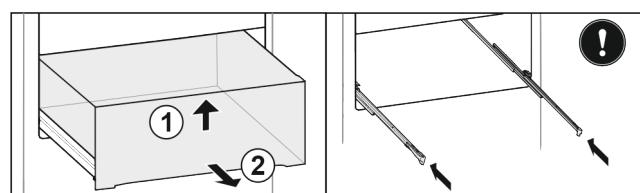

Fig. 19
▶ 抬起抽屉前部 Fig. 19 (1)。
▶ 向前取出 Fig. 19 (2)。